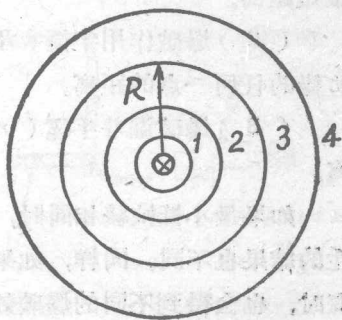

图 12. 爆破圈
3. 爆破圈 炸药包埋藏在岩石中较深处爆炸时，靠近炸药周围的圆球体内的岩石炸的很碎或者是压缩成圆洞。离炸药远一些的地方，破碎就没有那末厉害，再离远一些就只有裂缝。换句话说，炸药的爆破力量随着距离加大而减弱。这样形成的一道道的圆圈，叫做爆破圈（图 12），1 是破碎圈（或压缩